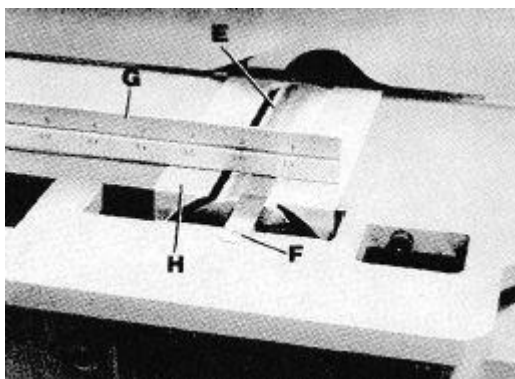

Рис. 42 Регулировка ножей. Фиксация заднего стола
2. Поместите щуп на 0,38 мм (0,015") (F), Рис. 42, на фрезерную головку и с помощью линейки (G) на заднем столе отрегулируйте высоту заднего стола (H) так, чтобы она была на 0,38 мм (0,015") выше диаметра фрезерной головки.
3. Зафиксируйте задний стол на месте и снимите щуп (F), Рис. 42.